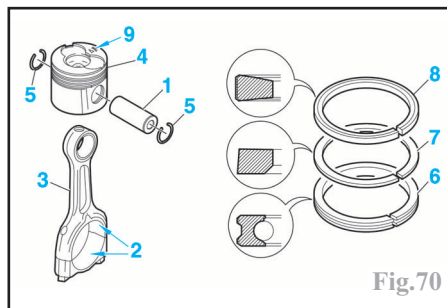

Fig.70
Effectuer l'assemblage de chaque ensemble bielle-piston, en huilant les axes (1) et les demi-coussinets (2) dans la tête de bielle (3). Utiliser des joncs d'arrêt neufs (5) (Fig.70).
Monter les segments huilés sur les pistons en commençant par le segment racler (6) puis celui d'étanchéité (7) et enfin le segment coup de feu (8) en plaçant les marquages "Top" vers la tête du piston. Tiercer les segments à 120°, en les décalant par rapport à l'axe de piston et à la coupe du segment racler (Fig.70).